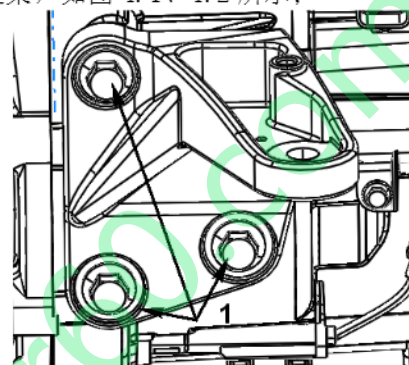

图 4.1 前悬置
- (3) 松开动力总成前、左悬置支架总成与发动机、变速箱连接的螺栓 1 便可拆下各悬置支架，如图 4.1、4.2 所示；
- (4) 动力总成前、左、右悬置更换后安装时，按以上拆卸相反顺序先将前、左悬置支架与动力总成分装好，并按要求值打紧力矩；（如图 4.1、4.2）；